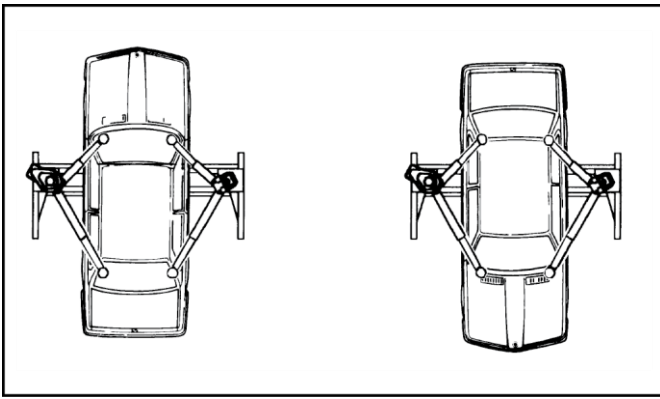

Fig. 15
Det är extremt viktigt att placera fordonet på lyften så att vikten fördelas korrekt på lyftarmarna (se Fig. 15).
- fordonet är korrekt positionerat (se Fig. 15)